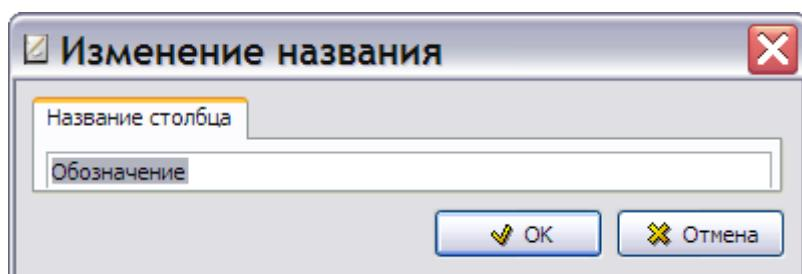

Рис. 3.47
2. Нажмите на кнопку . После этого появится окно **Изменение названия** (Рис. 3.47)